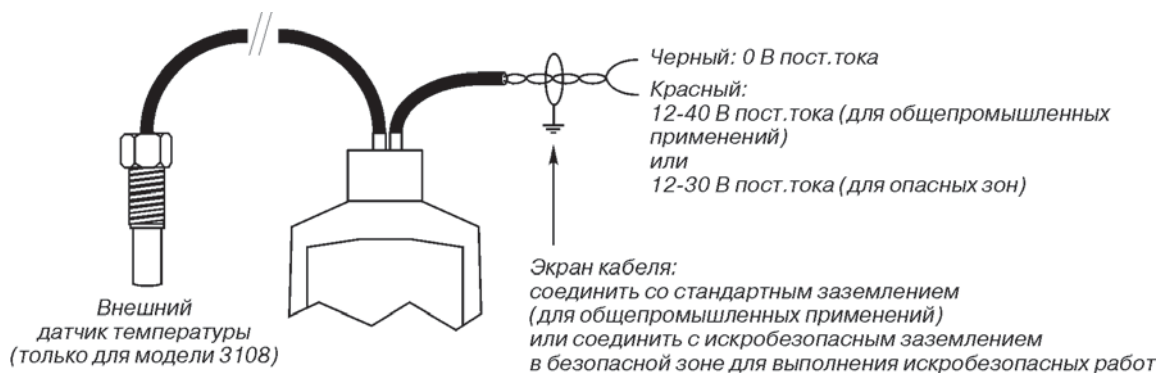

Рис. 9. Схема подключения.
2. Подсоедините провода как показано на рис.9, принимая во внимание то, что для работ, не требующих искробезопасности, необходимо постоянное напряжение 12-40 В.
2. Подсоедините провода как показано на рис.9, принимая во внимание то, что для искробезопасных применений диапазон напряжений должен составлять 12-30 В.